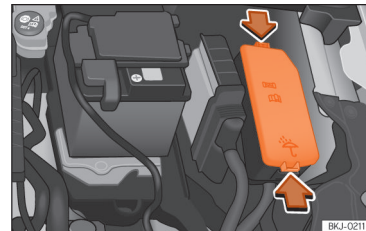

Abb. 167 Im Motorraum: Abdeckung des Sicherungskastens.
- Verriegelungstasten drücken, um die Abdeckung des Sicherungskastens >>> (Abb. 167) zu entriegeln.